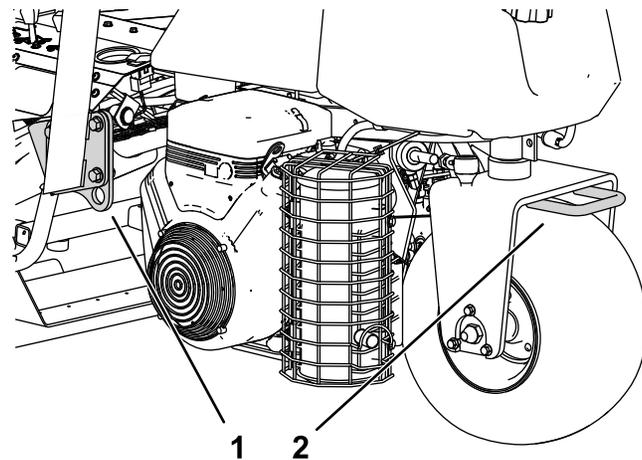

図 25
- 荷台に載せたら、ストラップ、チェーン、ケーブル、ロープなどで機体を確実に固定してください。機体の前後に取り付けた固定ロープは、どちらも、機体を外側に引っ張るように配置してください 図 25。